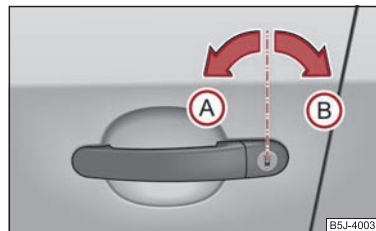

Abb. 26 Schlüssel Drehungen zum Ent- und Verriegeln
- Drehen Sie den Schlüssel im Schließzylinder der Fahrertür in die Fahrtrichtung (Entriegelungsstellung) **A** ⇒ Abb. 26.
- Drehen Sie den Schlüssel im Schließzylinder der Fahrertür gegen die Fahrtrichtung (Verriegelungsstellung) **(B)** ⇒ Seite 38, Abb. 26.